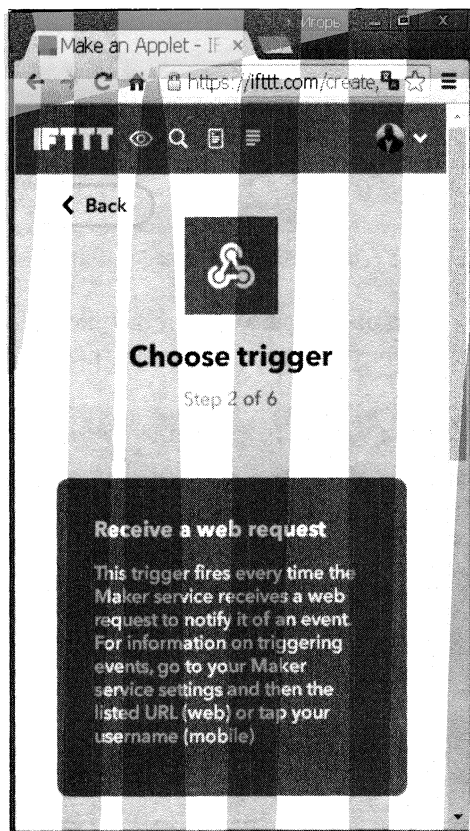

Рис. 7.11. Выбор триггера для отправки сообщений
5. В открывшемся окне настройки сервиса (рис. 7.11) выберите триггер, нажав на поле **Receive a web request** (Получить веб-запрос). Триггер будет срабатывать каждый раз, когда служба **Webhooks** получает веб-запрос для уведомления о событии.